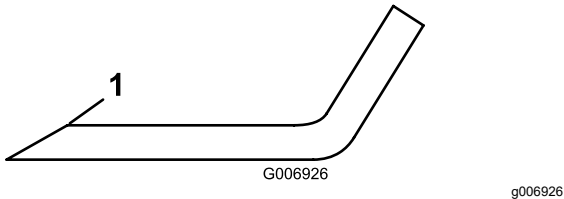

**Bild 74**
3. Prüfen Sie die Schnittkanten des Messers sorgfältig, insbesondere dort, wo die geraden Flächen die gebogenen berühren (Bild 74).